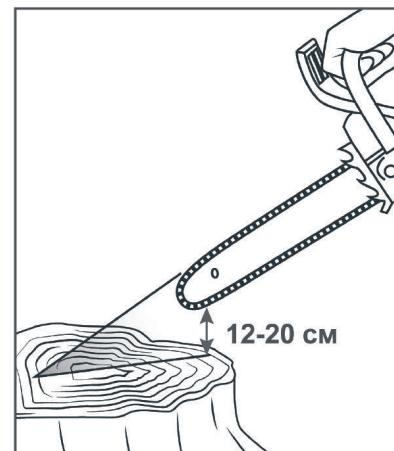

Рис. 13 Проверка подачи масла
2. Нажмите на рычаг газа и дайте двигателю поработать примерно 10-15 секунд на средних оборотах. Под шиной должен оставаться четкий след от масла (Рис. 13).